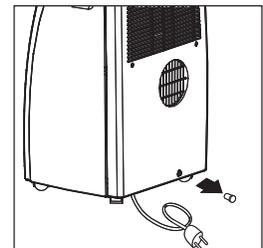

Fig. 30.
- Pour drainer l'eau complètement hors de la canalisation interne, retirez le bouchon (fig. 30).